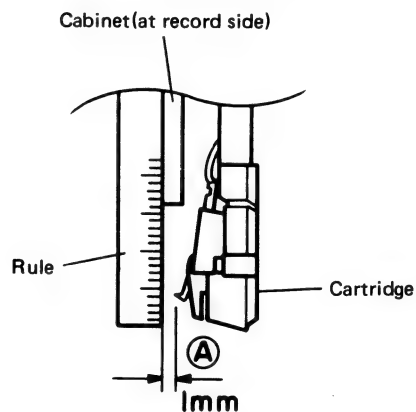
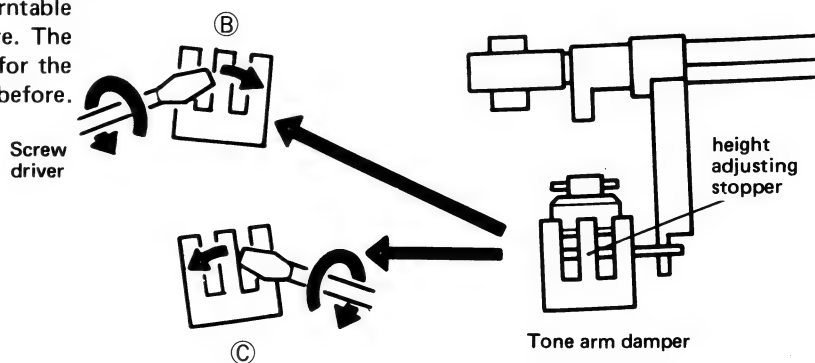

Figure 46-3
Figure 46-4
2. In the case of the side A stylus tip height adjustments: For this adjustment, use a rule (or the like) to place it inside the cabinet as shown in Fig. 46-3. Using a bladed screwdriver, adjust the position of the stylus tip height adjusting stopper (shown in Fig. 46-4) located at the damper angle so that the clearance A between the stylus tip and the rule becomes 1 mm or less: at the time, be careful for the rule not to touch the stylus tip.
Für diese Einstellung ein Lineal (o.ä.) gemäß Abb. 46-3 in das Gehäuse legen. Mit Hilfe eines normalen Schraubenziehers den Nadelspitzenhöhen-Einstellschlag (in Abb. 46-4 gezeigt) am Dämpfungswinkel so einstellen, daß der Abstand A zwischen der Nadelspitze und dem Lineal 1 mm oder weniger beträgt; dabei darauf achten, daß das Lineal die Nadelspitze nicht berührt.
Pour ce réglage, utiliser une règle (ou un objet similaire) et la placer à l'intérieur du coffret comme le montre la Fig. 46-3. Utiliser un tournevis plat et régler la position de la butée de réglage de la hauteur de la pointe de l'aiguille (montrée sur la Fig. 46-4), située à l'angle d'amortissement, de telle sorte que le jeu A entre la pointe de l'aiguille et la règle, soit de 1 mm ou moins: à ce moment, faire attention à ce que la règle ne touche pas la pointe de l'aiguille.